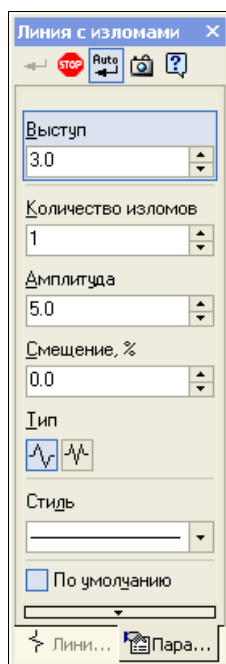

Рис. 12.36. Панель свойств в режиме построения линии с изломами
- ◆ щелкните ЛК мыши по вкладке **Параметры**. На данной вкладке (рис. 12.36) установите следующее: